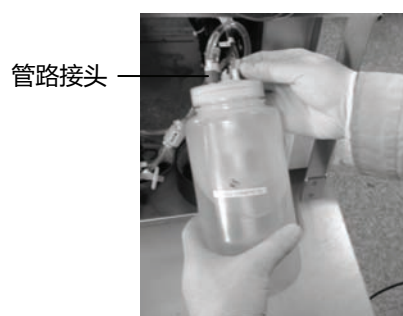

图 4-1-3
(5)清洗结束后，取出鞘液瓶盖组件放入鞘液瓶中并锁紧瓶盖，检查管路接头是否有松动（如图 4-1-3），确认各接头均紧固后将鞘液瓶装回鞘液瓶座。